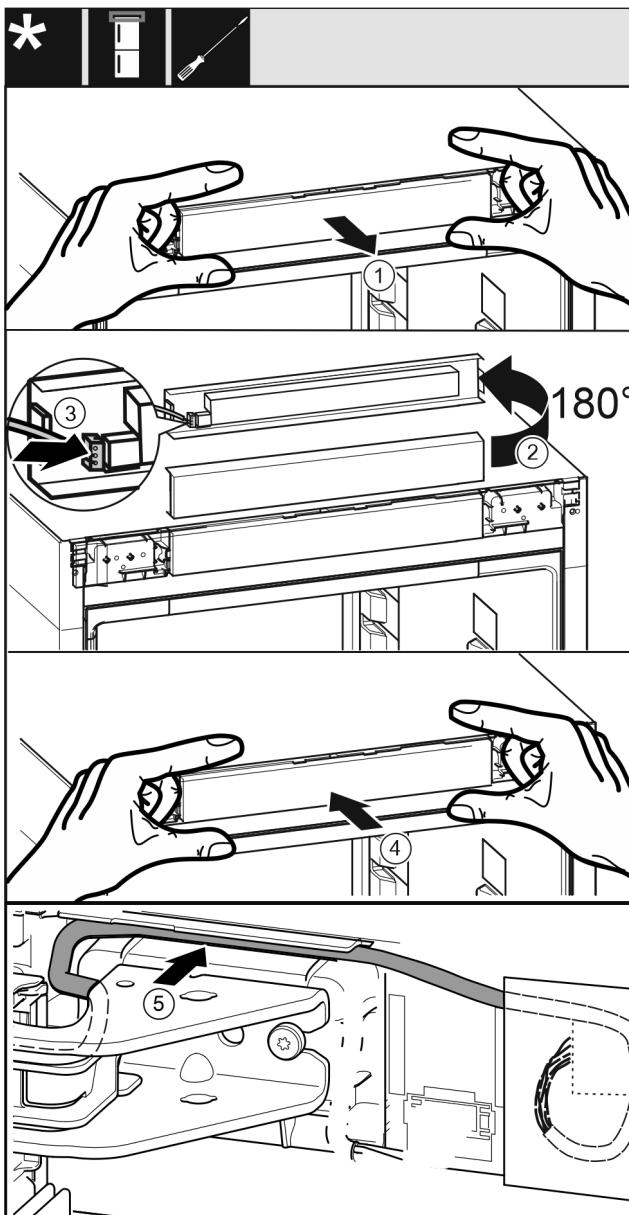

Fig. 44
- ▶ 小心地取出控制面板 Fig. 44 (1)。
- ▶ 将控制面板 Fig. 44 (2) 向上旋转 180°。
- ▶ 将插头 Fig. 44 (3) 卡紧在控制面板上。
- ▶ 将控制面板 Fig. 44 (4) 重新卡紧在冰箱上。
- ▶ 将电缆 Fig. 44 (5) 通过上方托架小心地放置到导向装置中。